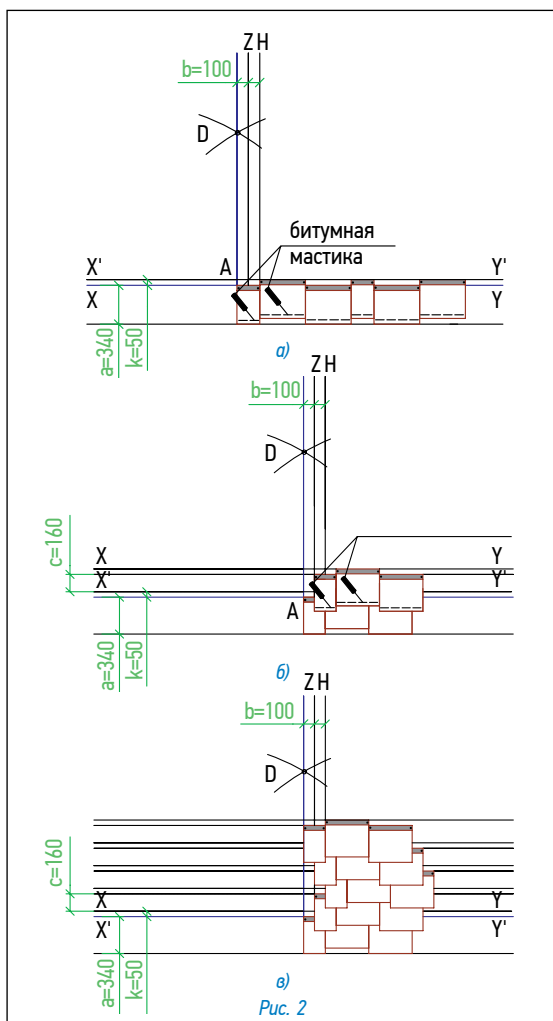

Рис. 2
Укладка материала (рис. 2)
- укладка черепицы начинается от линии AD, при этом верхний край листов выравнивается по линиям XY и X'Y' (рис. 2а);
- листы укладываются встык и фиксируются двумя гвоздями на расстоянии 2,5 см от верхнего края (рис. 2а), по нижнему краю черепица фиксируется битумной мастикой;
- листы второго ряда черепицы укладываются от линии Z, их верхний край выравнивается по линиям, параллельным XY; каждый лист фиксируется двумя гвоздями (рис. 2б);